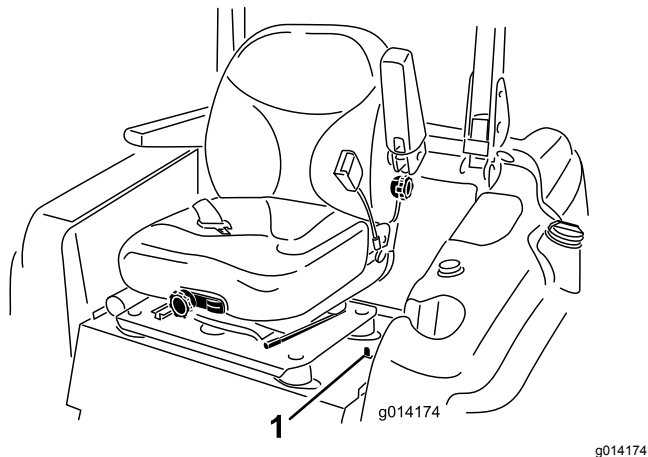

图15
1. 向后移动位于座椅左侧的座椅门锁可打开座椅锁定然后向前拉动座椅顶部图15。